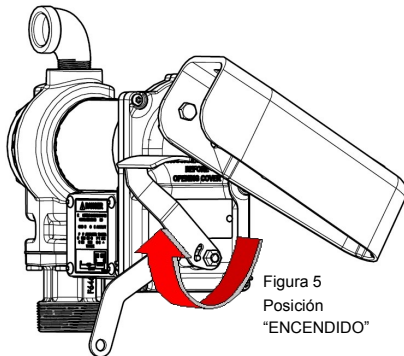

Figura 5
3. Conecte los cables de la bomba a las tuberías de suministro de energía según el diagrama (página 11). Asegúrese de aislar correctamente las conexiones con tuercas para hilos u otros conectores adecuados. Tenga presente que el cable de conexión a tierra **DEBE** estar conectado (la conexión del cable a tierra está dentro de la caja de conexiones; consulte la Figura 5, página 11).
3. Mueva la palanca del interruptor a la posición "ENCENDIDO" para encender la bomba (Figura 5).